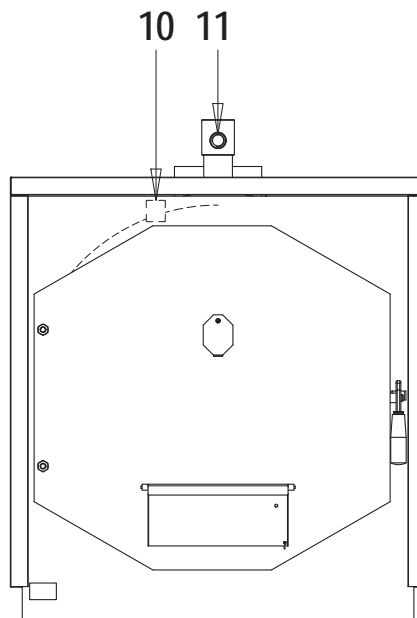

Fig.10
Así mismo, se puede instalar un regulador termostático de tiro en la conexión (10) de diámetro 3/4" (fig.10).